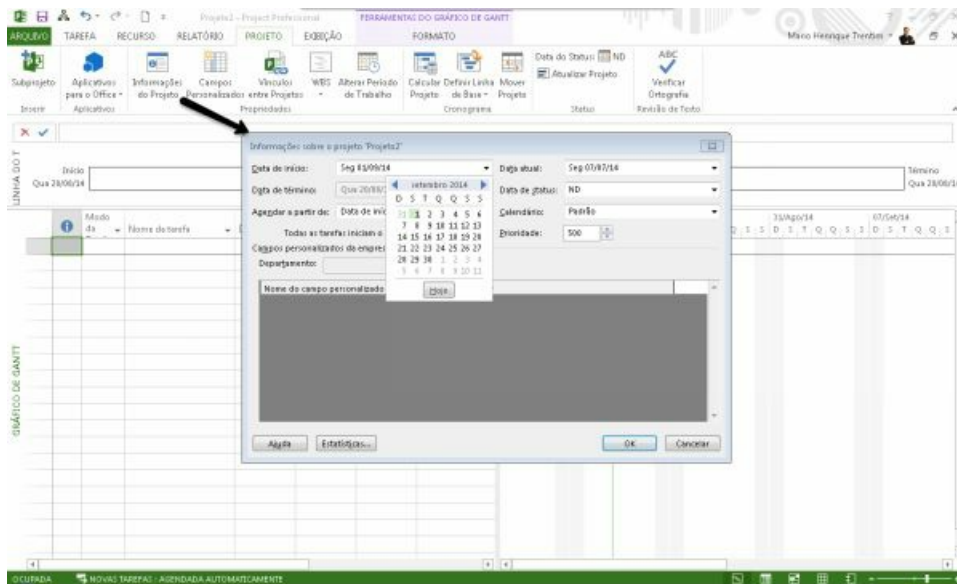

Figura 12.3 – Informações do projeto.
- a. *Informações do Projeto – Figura 12.3*